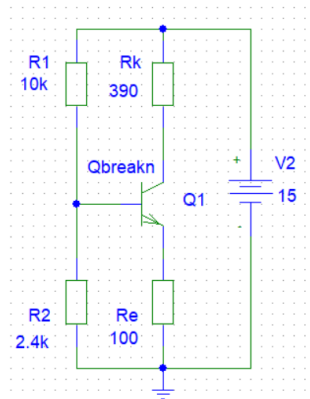

Рис. 1. Схема по постоянному току для каскада с ОЭ
1.1. Собрать схему для расчета рабочего режима усилителя на биполярном транзисторе (на рис. 1 приведена схема по постоянному току для каскада ОЭ на $n-p-n$ транзисторе).
- В схеме (рис.1) установить параметры резисторов и источника питания V2 в соответствии с расчетом.